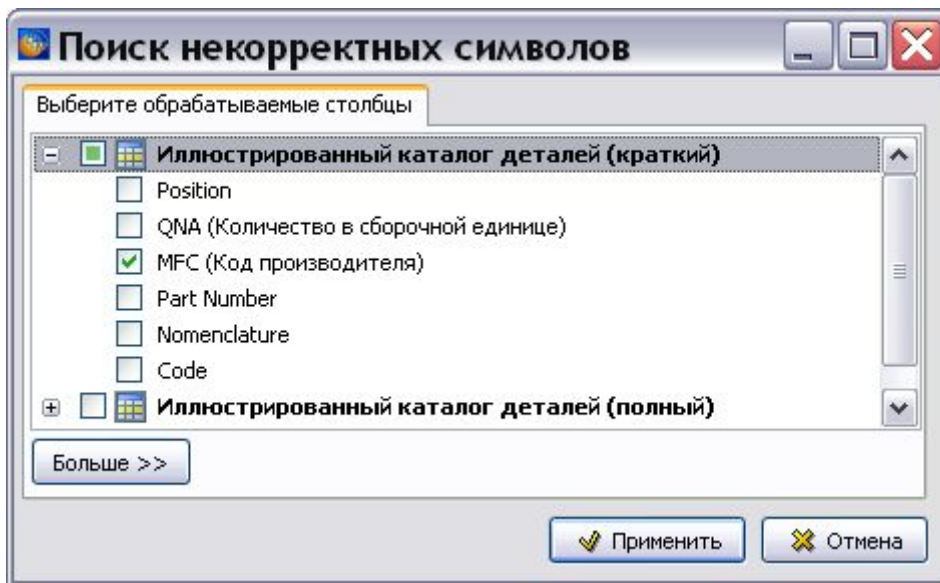

Рис. 8.227
4. В окне **Анализ** нажмите на кнопку **Применить**. После этого появится окно **Поиск некорректных символов**. В этом окне отображены названия шаблонов каталогов, используемых в проекте. Раскройте дерево шаблона каталога и установите флаг у атрибутов, в значениях которых будет осуществляться поиск некорректных символов (Рис. 8.227).